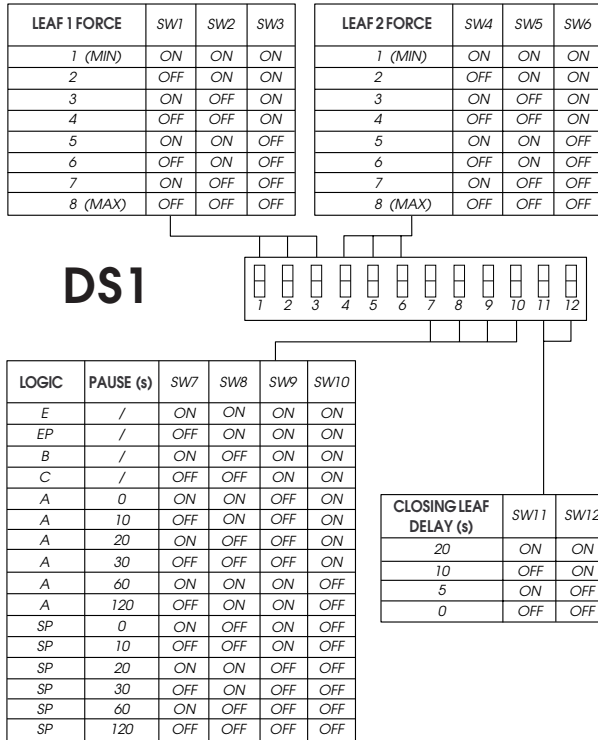
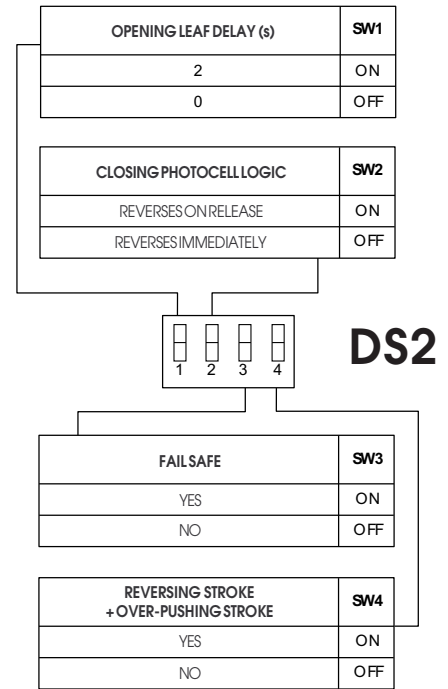

Fig. 18
Fig. 19
The equipment is endowed with two groups of microswitches - DS1 (fig. 18) and DS2 (fig. 19) - which make it possible to program the gate operation parameters.
5.1. MICROSWITCHES DS1 (fig. 18)
5.2. MICROSWITCHES DS2 (fig. 19)